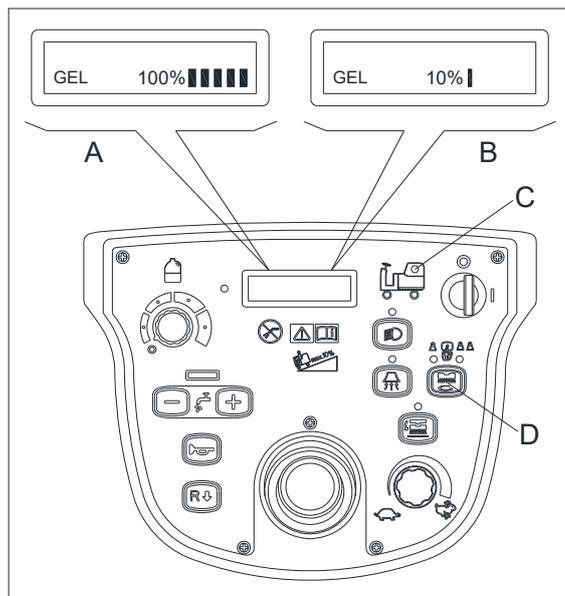
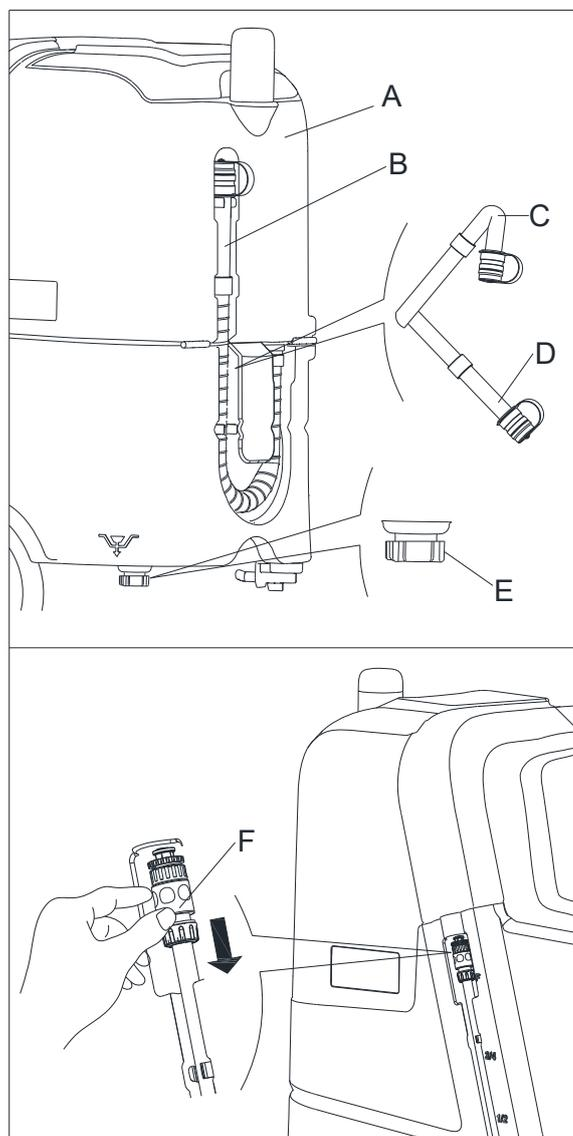

Рисунок 15
Рисунок 16
Когда батарейки полностью заряжены, справа в нижней части ЖК-экрана отображаются пять прямоугольников и значок «100%» (A, Рисунок 15). Если отображается только один прямоугольник и значок «10%» (B, Рисунок 15), это значит, что уровень заряда батареек низкий, двигатель щеток и вакуумный
Когда загорится красный светодиод (С, Рисунок 15), это будет означать, что сливной бак (А, Рисунок 16) полный; вакуумный двигатель прекратит работу по осушению пола. Пожалуйста, опустошите бак следующим образом:
3. Осушите сливной бак с помощью сливного шланга (В, Рисунок 16), затем очистите сливной бак.
При сливе грязной воды, сливной шланг должен быть пережат (С, Рисунок 16) и опущен в (D, Рисунок 16) нижнее положение, откройте крышку и плавно разжимайте шланг. Не направляйте выходное отверстие сливного шланга вверх, чтобы избежать попадания воды на оператора.
2. Опустошите бак моющего средства через выпускную крышку (Е, Рисунок 16). А потом, промойте бак чистой водой.
Воду также можно слить, отсоединив сливной патрубок (F, Рисунок 16).